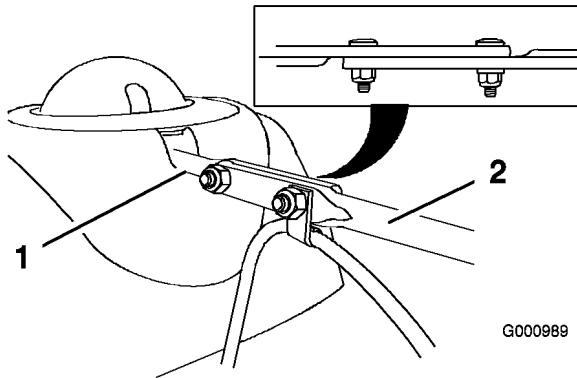

Figura 9
3. Allineate il lato posteriore piatto della lunga asta di comando del cammino di scarico con il lato anteriore piatto dell'asta corta che protrude dal quadro di comando, in modo che siano inseriti l'uno nell'altro (Figura 9).